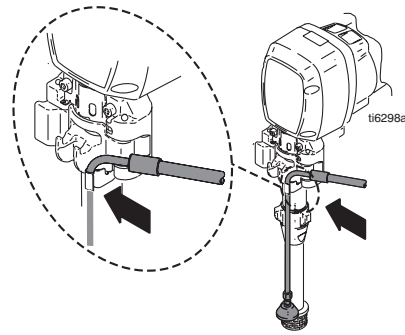

FIG. 28
7. FIG. 28. Fixer le flexible de vidange sur le pulvérisateur.